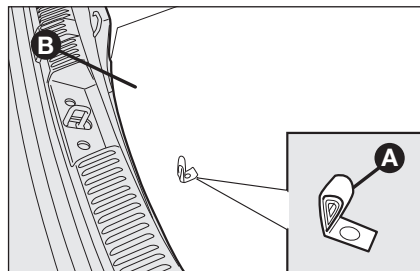

fig. 2
- ☐ engager la première vitesse ou la marche arrière; en se servant de la poignée **A**-fig. 2 enlever le préformé de revêtement rigide **B**;